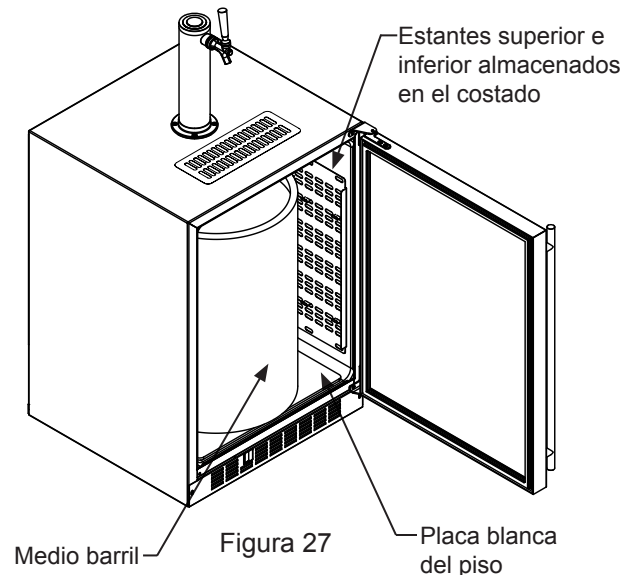

Figura 27
Si está utilizando un barril de cerveza de 57 litros (medio barril) o (2) barriles de 19 litros (un sexto de barril), cuelgue los dos estantes de los ganchos de almacenamiento ubicados a la derecha del gabinete (vea la Figura 27). Antes de colocar el o los barriles, verifique que la placa blanca del piso esté montada en la parte inferior del compartimento interior.